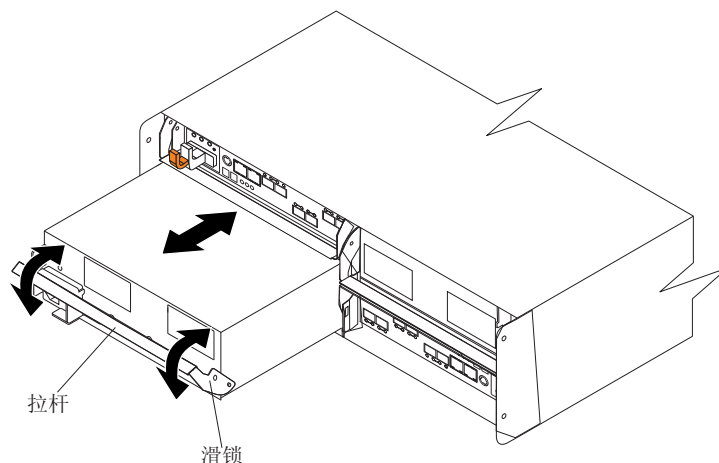

图 22. 重新安装电源和风扇单元
1. 将一个电源和风扇单元滑入存储子系统。请务必重新安装电源和风扇单元，以便每个电源和风扇单元上的拉杆朝着存储子系统的内部打开，如图 22 中所示。请勿强行安装。电源和风扇单元的设计可防止其错误地插入机箱。
警告： 请确保在将电源和风扇单元滑入存储子系统时拉杆是笔直拉出的，如图 22 中所示。左右两个电源和风扇单元以相反方向位于 DS5020 机箱中。如果无法将电源和风扇单元完全插入电源和风扇单元托架，那么将其翻转 180° 并重新插入。